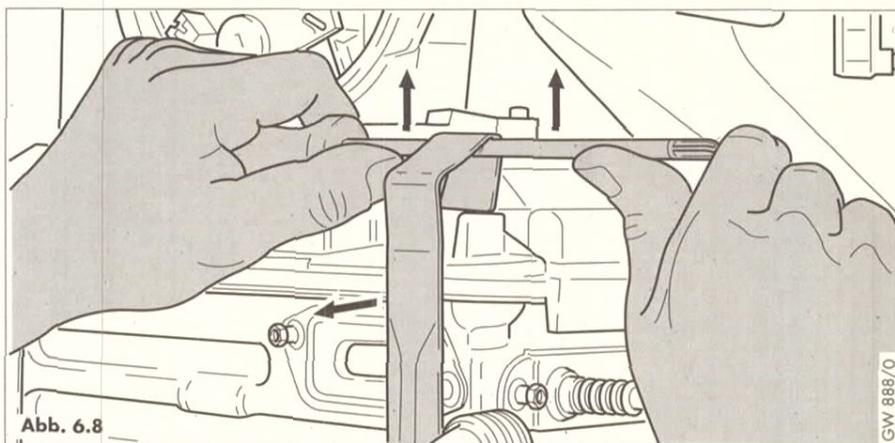

Abb. 6.8
- Blattfedern (1, 2) am Brenner anheben, siehe Abb. 6.8, und nach vorn entfernen
Feder nur wie in Abb. 6.8 dargestellt lösen!